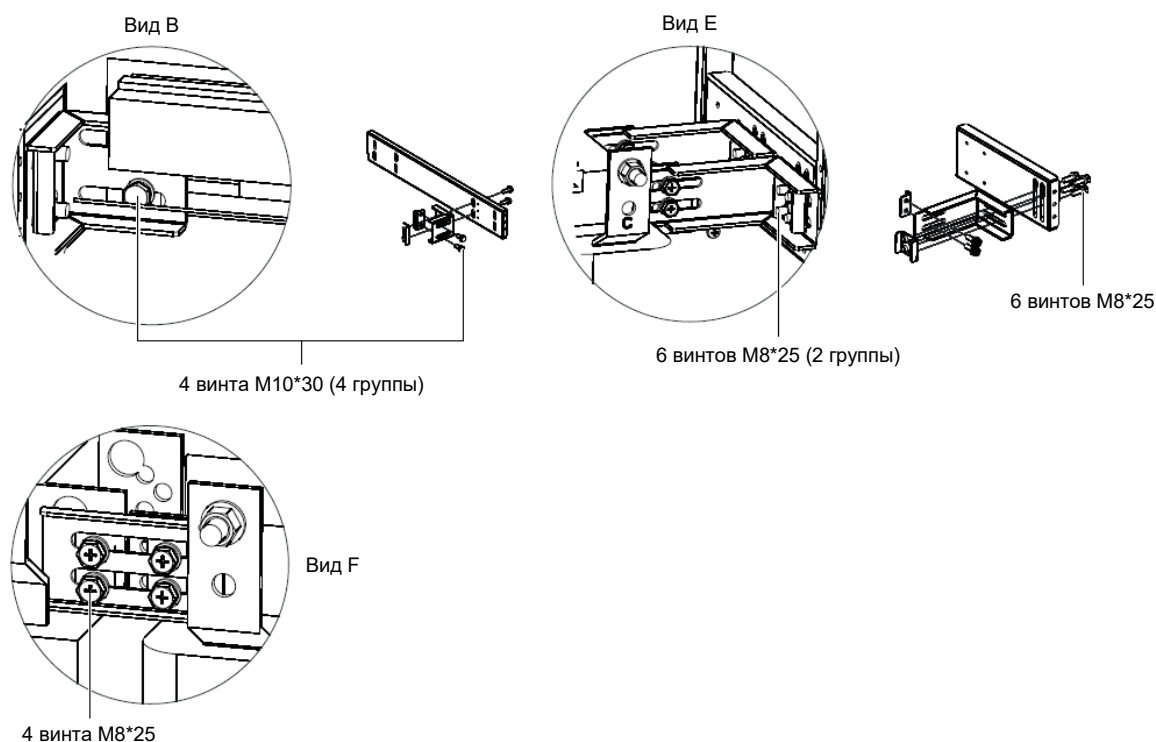

Рисунок 2-9. Снятие крепежных деталей
1. Отвинтить с трансформатора 16 винтов М10 (поз. А, В, С, D); подробнее см. рис. 2-9, Вид В. Сохранить винты.
2. Отвинтить 4 винта М10 в поз. Е; подробнее см. рис. 2-9, Вид Е. Сохранить винты.
3. Отвинтить крепежные винты в поз. F (для исполнения с фильтром 11-й гармоники); подробнее см. рис. 2-9, Вид Е. Сохранить винты. Поз. G снимается так же, как и поз. Е.